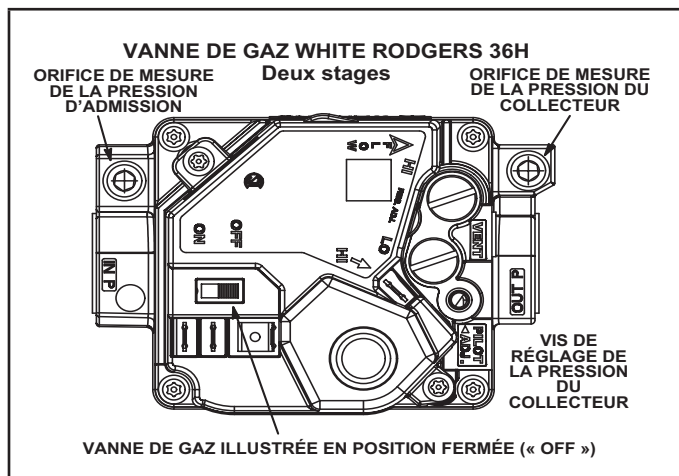
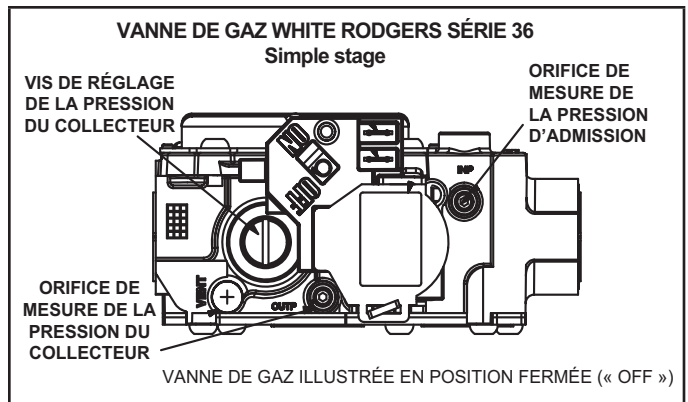

FIGURE 9
FIGURE 10
L'aérotherme et son robinet d'arrêt manuel individuel doivent être isolés du réseau de gaz d'alimentation pendant toute épreuve de pression du système réalisée à une pression supérieure à 0,5 psi mano. (3,45 kPa). Voir Figure 9.
FONCTIONNEMENT DES VANNES WHITE RODGERS 36H (FIGURE 9) ET WHITE RODGERS SÉRIE 36G (FIGURE 10)
- Après avoir vérifié et réglé la pression du gaz dans la canalisation, vérifier la pression au niveau du régulateur. La pression correcte dans le collecteur est indiquée sur la plaque signalétique de l'unité. Voir les Figures 9 et 10 pour l'emplacement de la vis de réglage de la pression du gaz. Un ensemble de conversion au propane/GPL doit être utilisé pour convertir sur place une unité équipée pour le gaz naturel. Pour la procédure de conversion, consulter les instructions d'installation livrées avec l'ensemble.